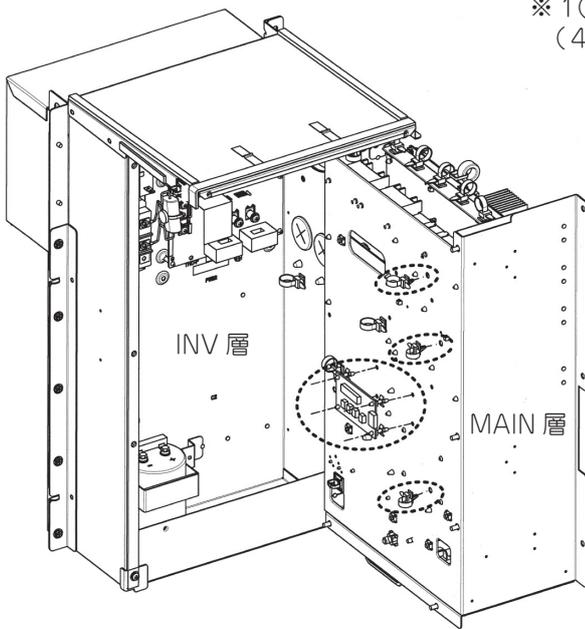
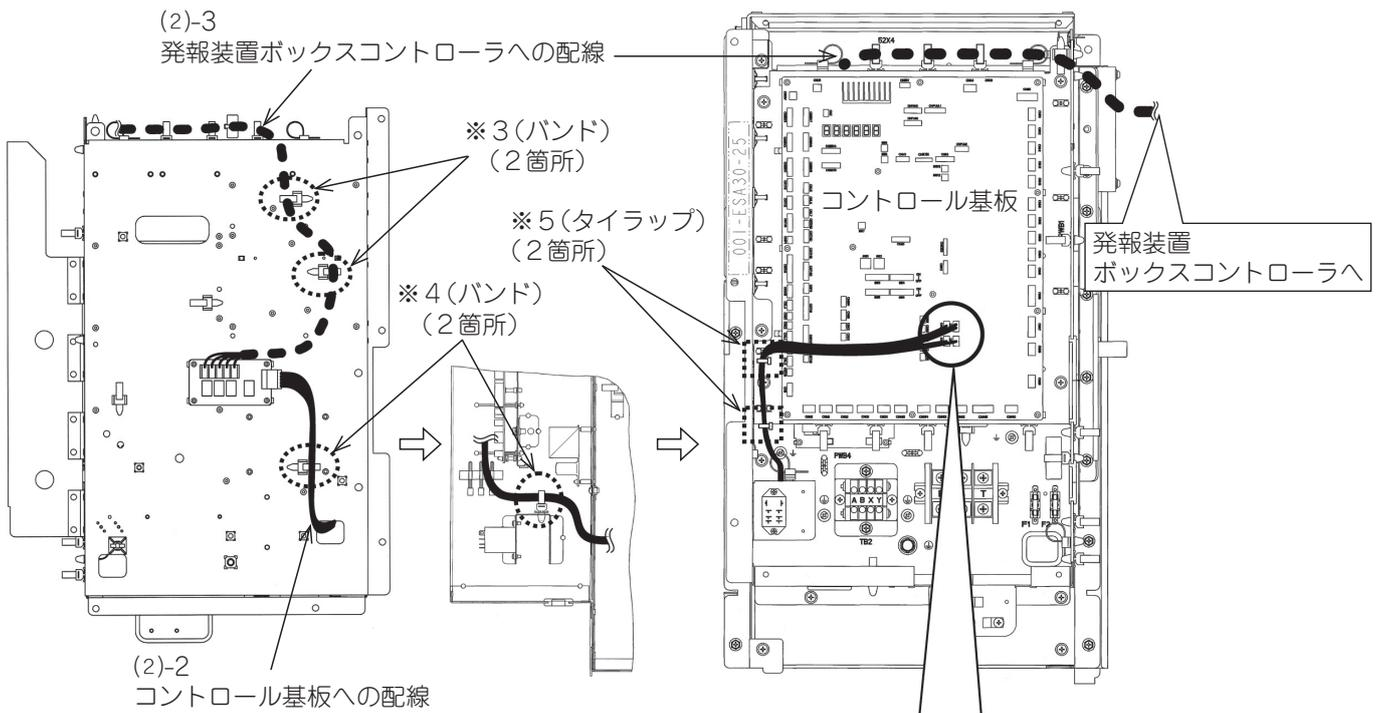

図1. リレー基板取付けイメージ
図3. コントロール基板接続用配線経路
- (3)-4 発報装置本体 (PCM501A004) にモジュラーケーブルを接続してください。(図1、図3参照)
〈図1〉
〈図3〉
- リレー基板のコネクタ（CN1）に接続されている配線を、図3の示す経路にてコントロール基板のコネクタ（CNH, CNY, CNZ1, CNZ2）に接続してください。
（図3に示す※4のバンドにてコントロール基板とリレー基板間の配線経路を固定してください。
（図3に示す※3のバンドにてリレー基板と発報装置ボックスコントローラ間のハーネスを固定してください。尚、コントロール BOX 内の配線経路は図3を参照し実施してください。